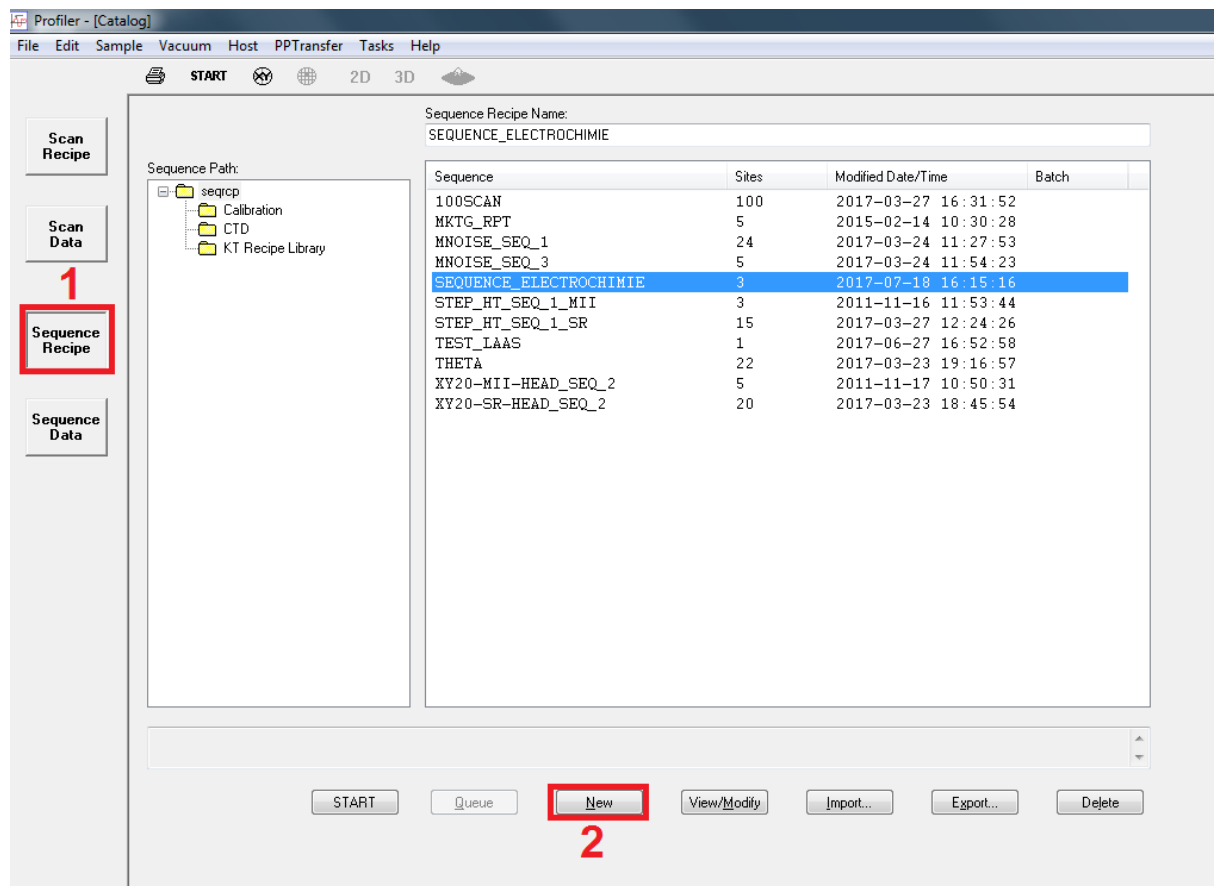

Figure 20 : Catalog – création séquence
Dans la fenêtre « Catalog » (Figure 20), cliquer sur « Sequence Recipe » (1) puis sur « New » (2).